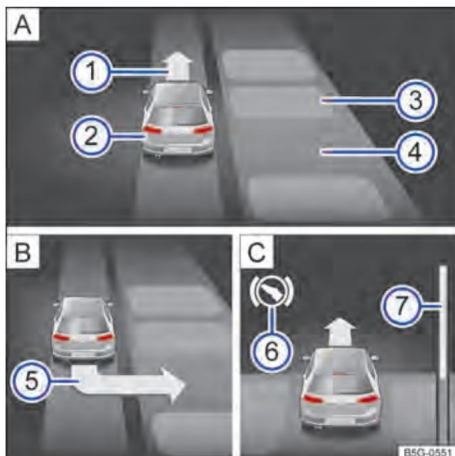

Figure. 105 Sur l'afficheur du combiné d'instruments : stationnement côte à côte. Rechercher une place de parking. Position de stationnement. Mano Brar.
- Stationner lorsque parking apparaît sur l'affichage du combiné d'instruments → fig. 105 5 → Page 139.
Légende de → Fig. 105 (mode parking côte à côte avec marche arrière) : Indication de
- Freinez lorsqu'une alarme sonore retentit indiquant de changer de direction, allumez la flèche → Fig. 105 1  Le symbole blanc s'allume ou affiche un message.